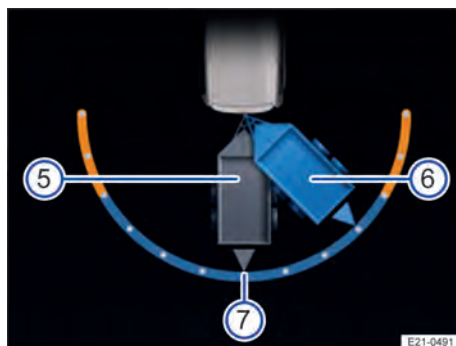

Abb. 138 Im Display des Kombi-Instruments: Einstellung der Fahrtrichtung des Anhängers.
Im Display des Kombi-Instruments erscheint zur Orientierung eine Darstellung des Gespanns in der aktuellen Position → Abb. 138 ⑤.
5. Mit dem Drehknopf den Winkel ggf. nach links ② oder rechts ③ korrigieren.